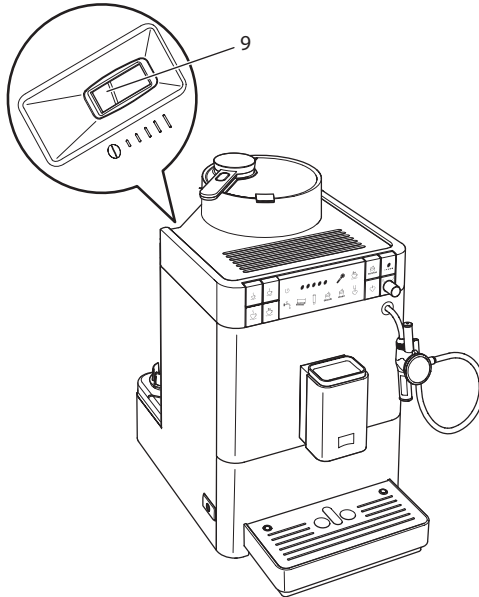

Fig. 14: Levier de réglage de la finesse de la mouture (Caffeo® Varianza® CS)
- » Le levier « Réglage de la mouture » (9) apparaît sur le corps de l'appareil.
2. Placer le levier vers la gauche ou la droite comme illustré à la Fig. 14.